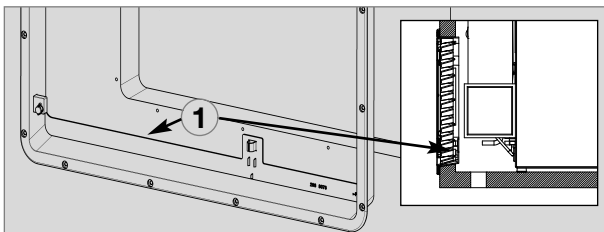

Fig. 17
- ① Grata di ventilazione LS 100 o LS 200
- ② Grata di ventilazione LS 200
Il bruciatore a gas deve trovarsi al di sopra del bordo (1) (Fig. 17).